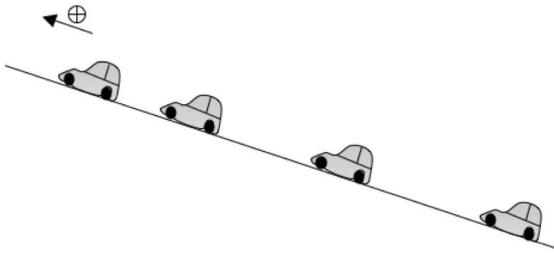

FIGURE 1 – Translation rectiligne.
Mouvement de translation Un solide est en mouvement de translation lorsqu'un segment quelconque de ce solide reste parallèle à lui-même au cours du déplacement. Les figures 1, 2 et 3 illustrent quelques mouvements de translation.
- Lorsque les trajectoires de différents points sont des droites, la translation est **rectiligne**. C'est le cas d'une voiture sur une route parfaitement droite & plane (figure 1).